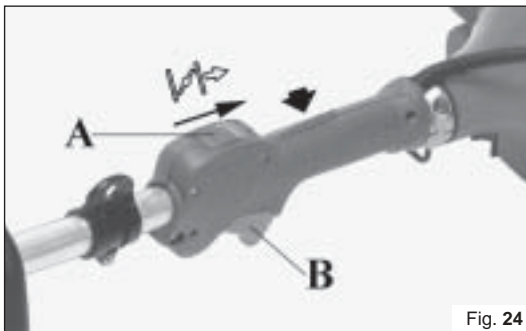

Fig. 24
S - Tirare la leva acceleratore (B) e bloccarla in semi-accelerazione portando l'interruttore (A, Fig. 24) in posizione ; rilasciare la leva (B).
S - Tirez le levier de l'accélérateur (B) et mettez l'interrupteur (A, Fig. 24) sur  pour bloquer en demi-accélération; puis relâchez le levier (B).
S - Pull the throttle lever (B) and stop it at half-throttle put the ON/OFF switch (A, Fig. 24) in the  position then release the lever (B).
S - Den Gashebel (B) ziehen und auf Halbgas blockieren, Ein-Aus-Schalter in Stellung  (A, Abb. 24) bringen bedient wird; Gashebel (B) loslassen.
S - Tire la palanca del acelerador (B) y fíjela en semiaceleración ponga el interruptor (A, Fig. 24) en posición ; suelte la palanca (B).
S - Trek de gashendel (B) geheel in en vergrendel zet de aan/uit schakelaar (A, Fig. 24) in de  positie; gelijktijdig in te drukken en deze vast te houden en gashendel (B) los te laten.
S - Puxar a alavanca de acelerador (B) e colocá-la em semi-aceleração coloque o interruptor (A, Fig. 24) na posição ; solte a alavanca (B).